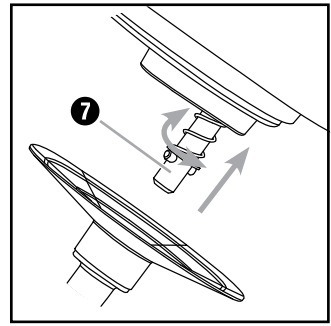

Fig. 1: Montaje de los accesorios
4) Monte el gancho amasador **10**, las varillas de montar **11** o las varillas de mezcla **12** en el eje de accionamiento **7** (Fig. 1):